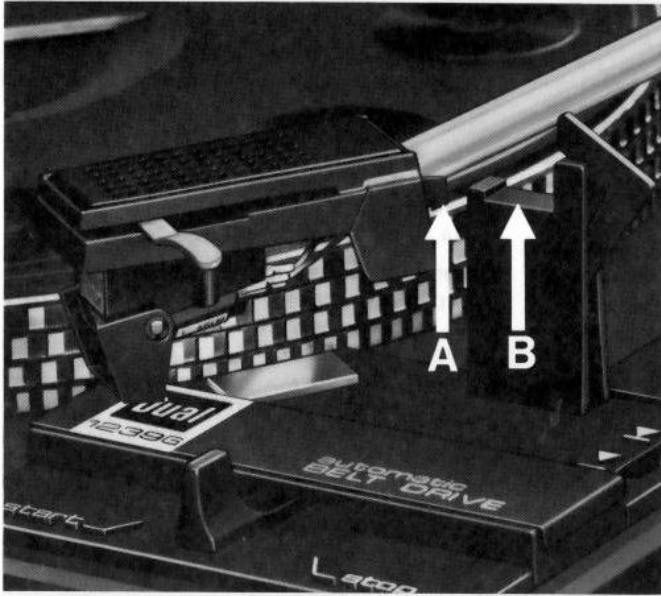

Fig. 10
Der Tonarm ist ausbalanciert, wenn Kante „A“ des Tonarmkopfprofils und Kante „B“ der Tonarmstütze auf gleicher Höhe sind (Fig. 10), oder wenn der Tonarm sich nach Antippen in vertikaler Richtung wieder von selbst in die horizontale Lage einpendelt. Beim Ausbalancieren des Tonarmes muß dieser von der Kinematik entkoppelt sein. Tonarmlift in Stellung  $\nabla$  bringen und eventuell Plattenteller von Hand im Uhrzeigersinn (einige Umdrehungen) drehen.
Le bras de lecture est équilibré, lorsque le bord "A" du profil de la tête et le bord "B" du support du bras sont au même niveau (Fig. 10), ou lorsqu'après une légère pression verticale exercée sur le bras, celui-ci revient de lui-même à la position horizontale. Lors de l'équilibrage, le bras de lecture doit être découplé de la chaîne cinématique. Amener le lève-bras dans la position  $\nabla$  et tourner éventuellement le plateau à la main dans le sens des aiguilles d'une montre (quelques tours).
The tonearm is exactly balanced when edge "A" of the tonearm head profile is at precisely the same height as edge "B" of the tonearm rest (Fig. 10), or when the tonearm, tapped vertically, returns automatically to a horizontal position. When balancing the tonearm, the automatic mechanism must be disengaged. To be sure of this, place the cue control in position **▼** and turn platter by hand clockwise a few rotations.
El brazo estará equilibrado cuando el canto "A" de la cabeza se encuentre a la misma altura que el canto "B" del soporte (Fig. 10), o cuando al hacer oscilar el brazo verticalmente este vuelva a su posición horizontal al encontrarse en reposo. Para equilibrar el brazo habrá que liberarlo de su dispositivo de accionamiento. A tal fin hay que elegir la posición **▼** en el dispositivo de elevación/descenso del brazo y, eventualmente, girar con la mano el plato en sentido de las manecillas del reloj (unas vueltas).
Il braccio sarà esattamente bilanciato quando lo spigolo „A" della sua estremità e lo spigolo „B" del supporto del braccio si troveranno alla medesima altezza (Fig. 10), oppure quando il braccio, dopo averlo sollevato o abbassato, si riporta da solo in posizione orizzontale. Nell'effettuare il bilanciamento del braccio, la leva di comando deve rimanere in posizione di riposo, in modo che il braccio sia svincolato dall'automatismo. Portare il sollevabraccio in posizione **▼** e far fare alcuni giri in senso orario al piatto.
4. Finjustera balansen genom att vrida motvikten. Tonarmen är rätt balanserad när kanten A på monteringsbryggan ligger i nivå med kanten B på tonarmsstödet (Fig. 10).